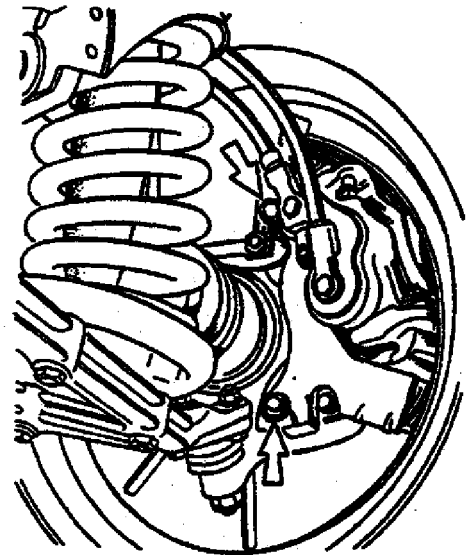

Fig. 6-14. Fixação do freio dianteiro: As setas indicam os parafusos de fixação do conjunto do freio.
3. Desdobrar as abas da placa protetora do conjunto do cilindro e soltar os parafusos de fixação do conjunto do freio ao suporte da ponta de eixo (fig. 6-14); remover o conjunto do freio.